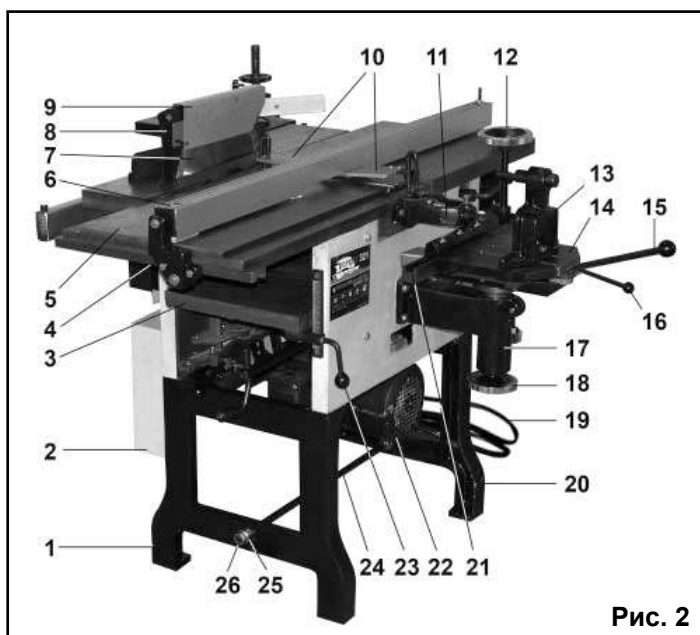

Рис. 2
7.1. Станок состоит из следующих сборочных единиц и деталей (Рис.2, 3)
8.1. Монтаж станка (Рис. 2 - 4)
8.2.9. Совместите плоскость рассекателя (8) с плоскостью пильного диска (7), положение рассекателя (8) закрепите двумя установочными винтами (67), Рис. 2.
АБ - Рис.1) защитный кожух (2), Рис.2.